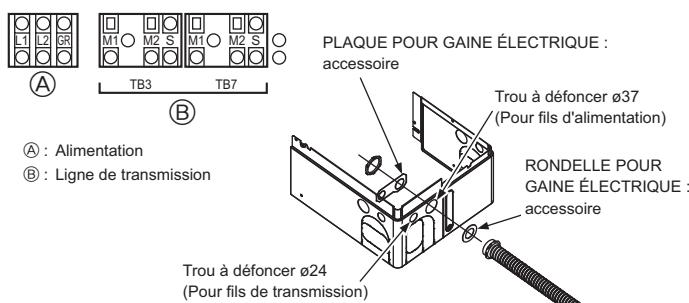

Fig. 6-1
② Commande à distance MA
6.2. Boîtier de commande et emplacement pour le raccordement des câbles (Fig. 6-1)